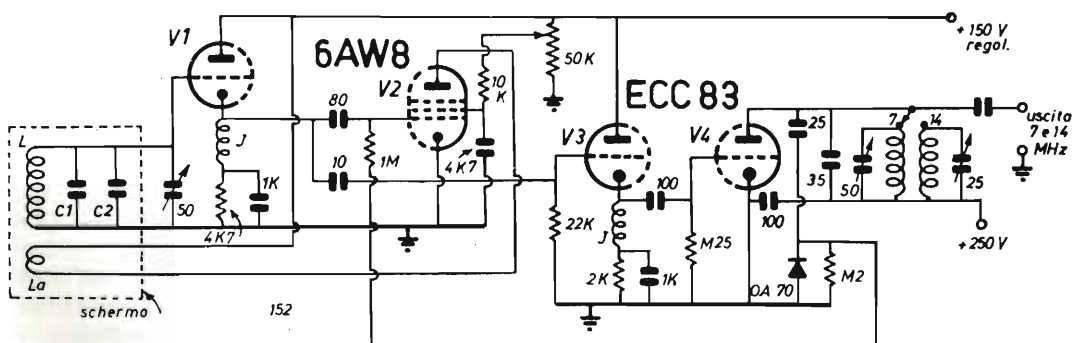

Fig. 152
I tubi impiegati sono 6AW8 (1) per il trasduttore catodico e l'oscillatore, ECC83 con un triodo funzionante come separatore in classe A con uscita catodica e l'altro, moltiplicatore in classe C (fig. 152).